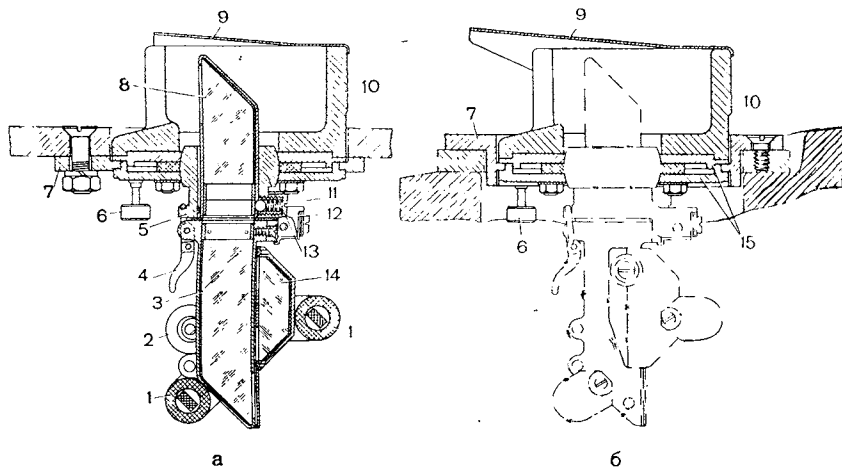

Рис. 42. Приборы наблюдения:
**Приборы МК-4.** Для наводчика и заряжающего в боевом отделении установлены перископические приборы наблюдения. В верхней части башни слева по ходу установлен прибор наблюдения наводчика, а в правой крышке люка башни установлен прибор наблюдения заряжающего. Приборы наблюдения укреплены на танке при помощи фланцев 15 (рис. 42). Установка приборов